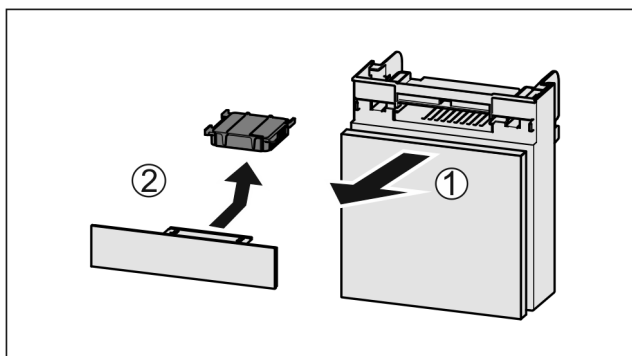

Fig. 209
- Fach nach vorne herausziehen Fig. 209 (1).
- Aktivkohlefilter entnehmen Fig. 209 (2).